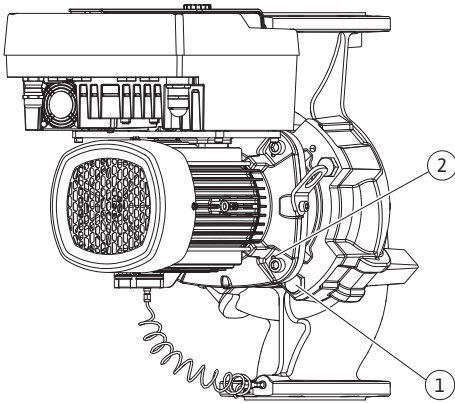

Fig. 104: Įstatomojo modulio nustūmimas naudojant gręžtines angas (DN 100 ... DN 125)
23. Nuimkite įstatomąjį modulį nuo siurblio korpuso. Tam naudokite dvi gręžtines angas (žr. Fig. 104, poz. 1).
33. Naudokite dvi šalia esančias sriegines jungtis (Fig. 104, poz. 1), kad išstumtumėte įstatomąjį modulį iš siurblio korpuso ir tinkamus montavimo vietoje naudojamus varžtus (pvz., M10 x 25 mm).